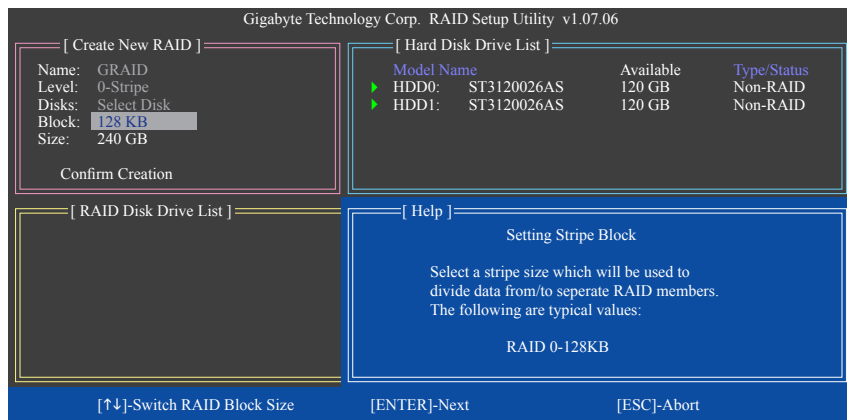

図 6
4. **Set Block Size (RAID 0 only):** **Block** 項目の下で、上または下矢印キーを使用してストライプブロックサイズを4 KB～128 KBの範囲で選択します (図 6)。<Enter> を押します。